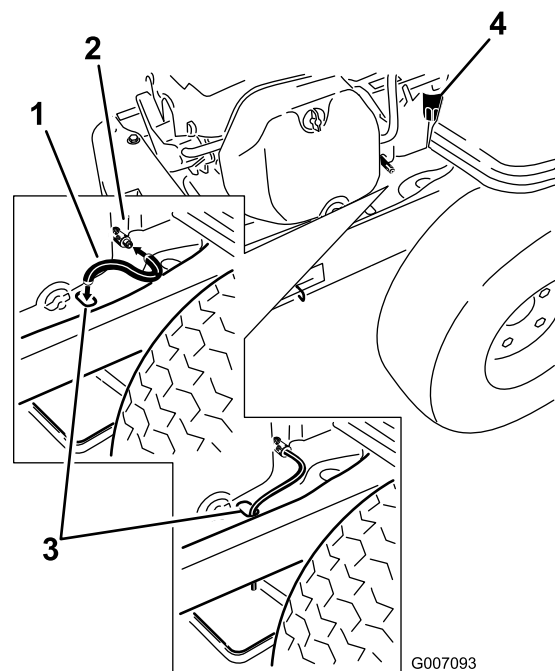

Figura 31
5. Pulite l'area attorno alla valvola di spurgo e sul telaio della macchina. Individuate il tubo di spurgo dell'olio e spostatelo sopra la valvola di spurgo (Figura 31).
6. Infilate l'estremità opposta del tubo di spurgo dell'olio attraverso il foro di spurgo sul telaio (Figura 31).